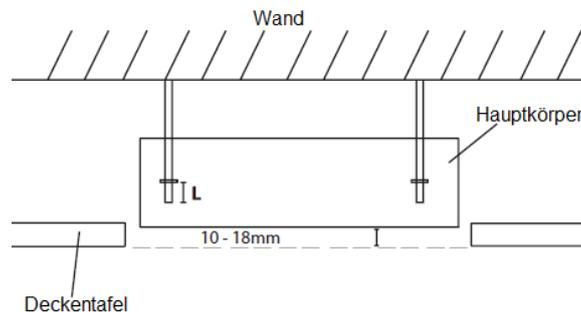

Fig. 4.5
**HINWEIS:** Die Unterseite des Geräts sollte 10 - 18 mm höher sein als die Deckenplatte. Im Allgemeinen sollte L (angegeben in Abb. 4.5) die Hälfte der Länge des Aufhängebolzens betragen oder lang genug sein, um ein Ablösen der Muttern zu verhindern.